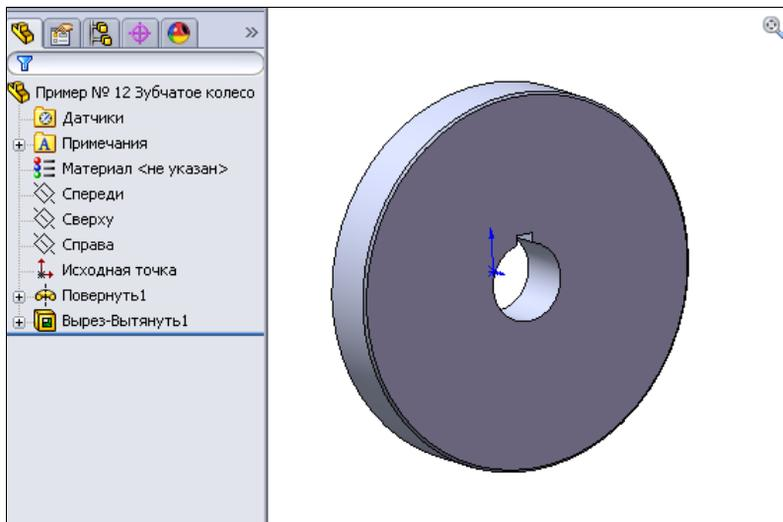

Рис. 2.147
7. Закончим построение шпоночного паза, нажав кнопку **ОК** . В результате получим заготовку зубчатого колеса, пока без зубьев, но с фасками и шпоночным пазом (рис. 2.147).